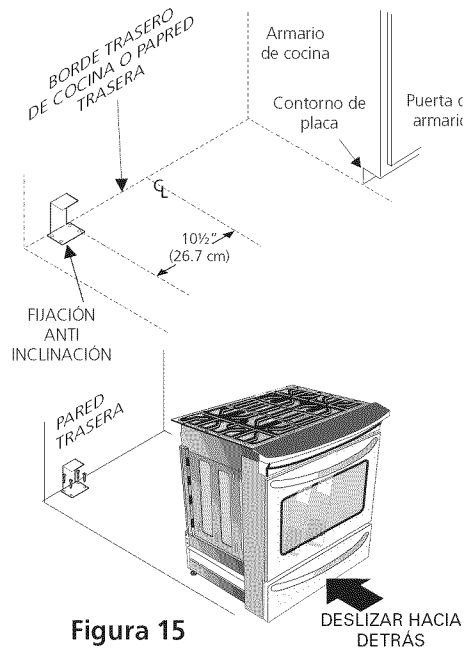

Figura 15
2. Desplegar el molde de papel y colocarlo alisado sobre el piso con el vértice posterior derecho posicionado exactamente en la intersección de las líneas central y posterior dibujadas anteriormente. (Si no se dispone de un molde, usar el diagrama incluido a continuación para ubicar las ménsulas (Figura 15)).
6. Deslice la cocina hacia su lugar asegurándose que la pata de centro trasera está completamente segura con el soporte anti-inclinación (Figura 15). Baje la cocina ajustando las 4 patas de nivelación hasta que la plancha de cocinar está apoyada en el mostrador. Refiere a la "Nivelación de la cocina" a la página 6.